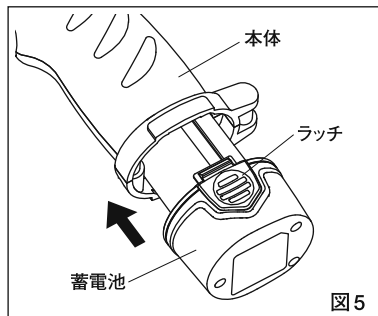

図5
- ④蓄電池を充電器から取外し、本体に取付けてください。（図5）